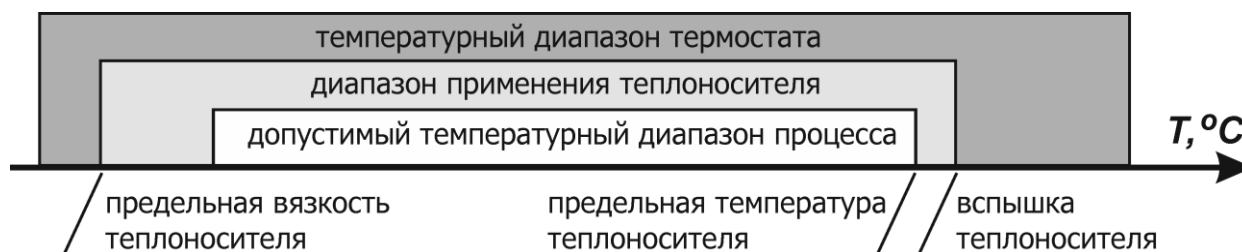

Рисунок 8 — Определение предельной температуры теплоносителя
2.13.2 Рекомендуемые теплоносители и соответствующие им диапазоны изменения температур регулирования и срабатывания защиты от перегрева приведены в таблице 4. Приведенные ниже величины температурных диапазонов могут ограничиваться температурным диапазоном термостата, в составе которого используется блок регулирования (рисунок 8).